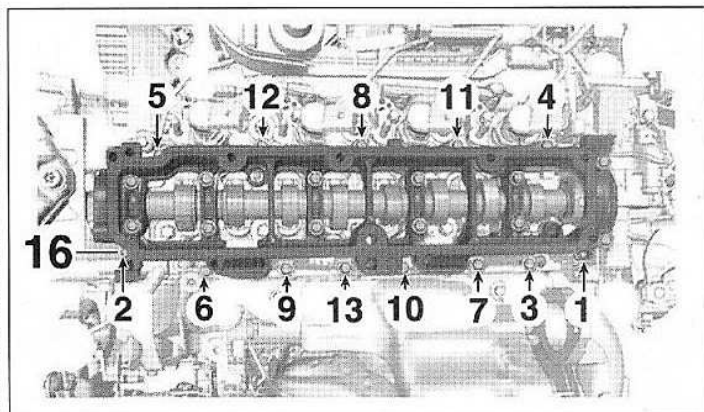

FIG.83
- Déposer, dans l'ordre préconisé, les vis (16) du carter-paliers d'arbre à cames (Fig.83).
- Serrer les vis (16) dans l'ordre et au couple préconisé (Fig.83).